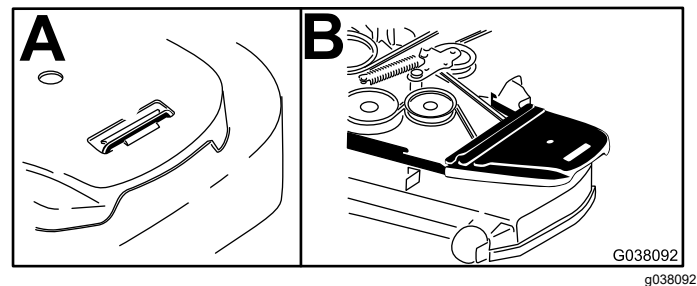

Figura 19
2. Retire la cubierta de la correa de la derecha (Figura 19).